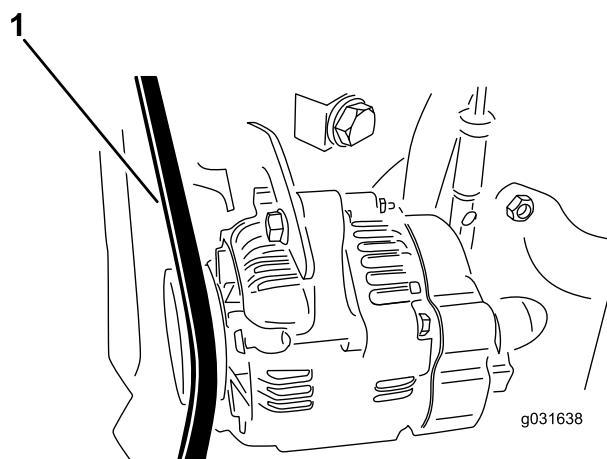

図 61
2. プーリとプーリの中間部でベルトを指で0.25 kg程度の力で押して点検する図 61。